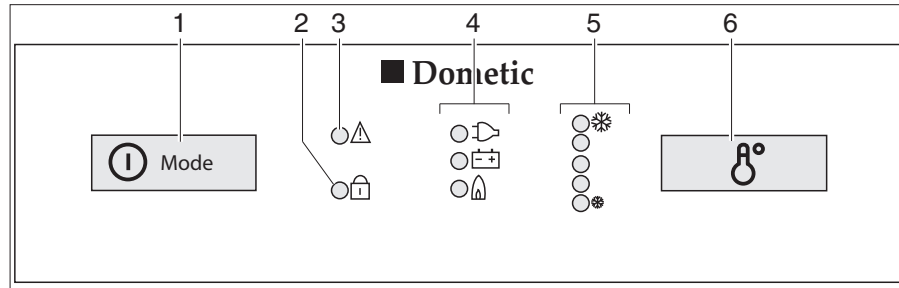

Fig. 215 Boutons de commande pour le réfrigérateur (Dometic Série 8 avec SMSE)
- Appuyer sur le commutateur/sélecteur de source d'énergie (Fig. 215,1) pendant 2 secondes pour mettre l'appareil en marche. La DEL du dernier mode de fonctionnement sélectionné s'allume.
- Si nécessaire, appuyer brièvement plusieurs fois sur le commutateur/sélecteur de source d'énergie (Fig. 215,1) jusqu'à ce que le voyant de contrôle gaz "🔥" s'allume. L'arrivée de gaz est ouverte. L'allumage s'effectue de manière automatique. Un tic-tac est distinctement perceptible jusqu'à ce que la procédure d'allumage soit effectuée avec succès.
- Régler la température de réfrigération avec l'interrupteur réglage de la température (Fig. 215,6).
- Si nécessaire, appuyer brièvement plusieurs fois sur le commutateur/sélecteur de source d'énergie (Fig. 215,1) jusqu'à ce que le voyant de contrôle 230 V "" s'allume.
- Si nécessaire, appuyer brièvement plusieurs fois sur le commutateur/sélecteur de source d'énergie (Fig. 215,1) jusqu'à ce que le voyant de contrôle 12 V "" s'allume.